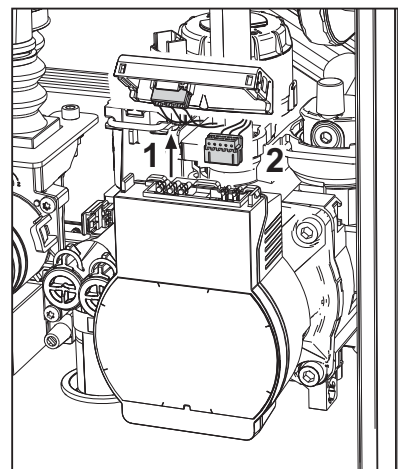

fig. 31
- Sconnettere elettricamente il circulatori sbloccando le connessioni alzando il partecolare "1" di fig. 31.